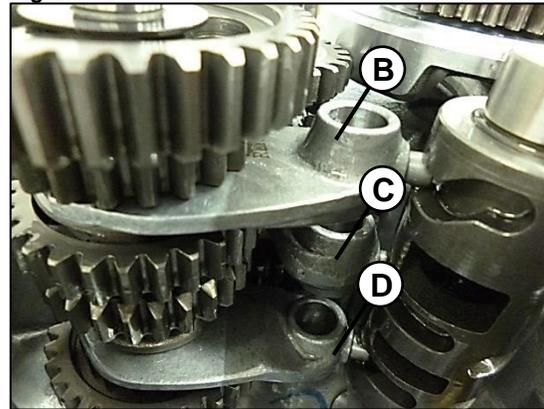

Fig. 16
Horquilla (B) con referencia (JXL) se sitúa al lado de la carcasa izquierda y en el eje secundario. La horquilla (C) con referencia (JXC) está en el centro y situado en el eje primario de la caja y la horquilla (D) con referencia (JXR) está situado al lado de la carcasa derecha y en el eje secundario de la caja. **Fig. 16**